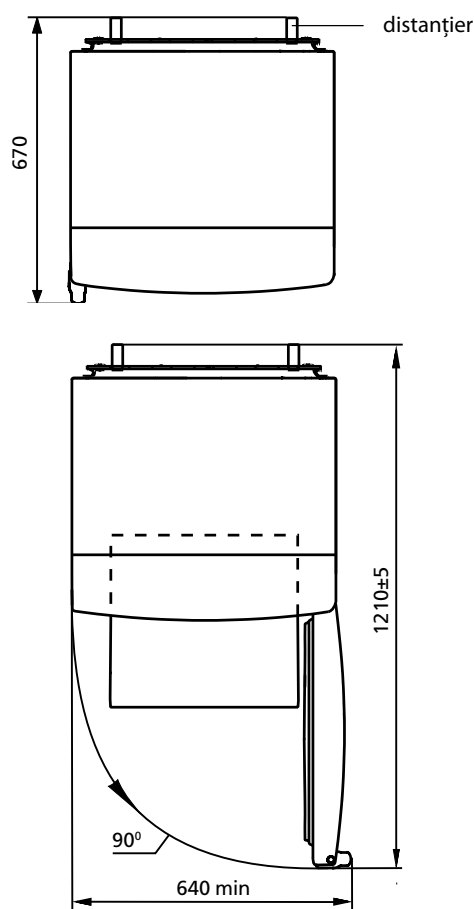

Figura 2 – Frigider (vedere de sus)
1.4 Spațiul total necesar pentru funcționarea frigiderului este determinat de dimensiunile indicate în figura 2 în milimetri. Pentru extracția ușoară a componentelor din frigider, este necesar să deschideți ușă la un unghi de cel puțin 90°. Pentru a evita deteriorarea, ușile nu trebuie lăsate să se deschidă mai mult de 180°.